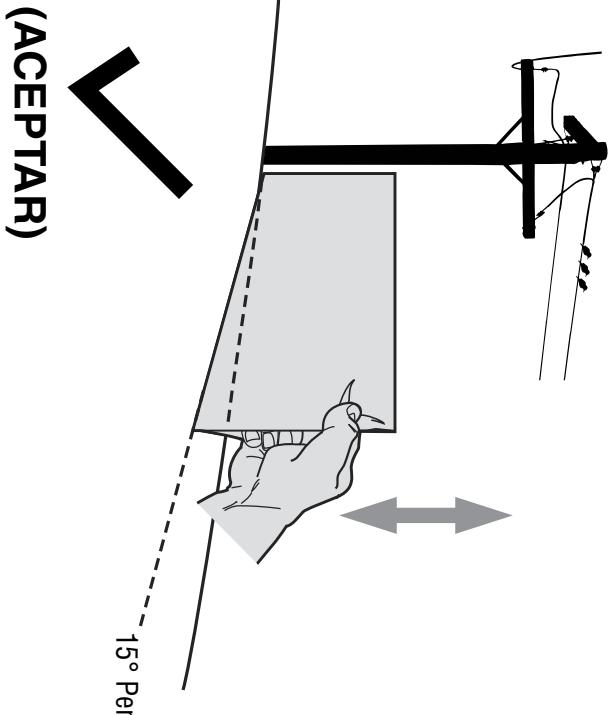
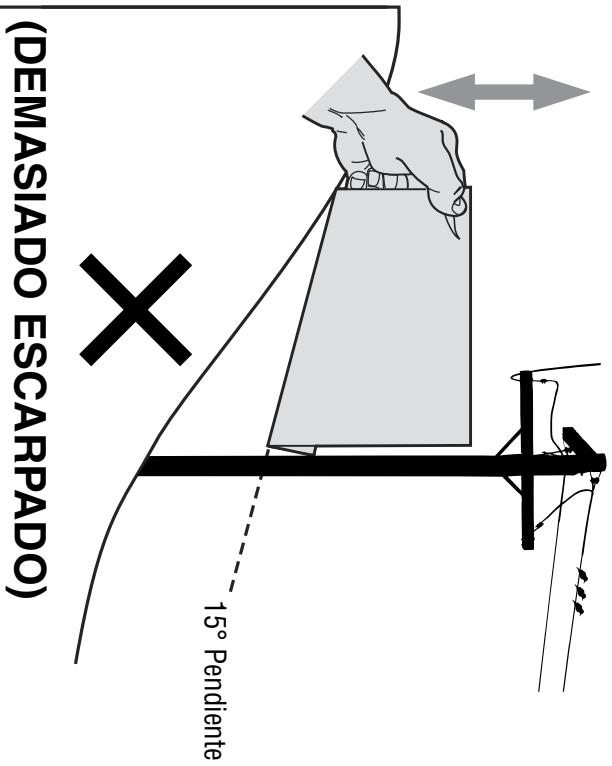

Figura 1
Figura 2
3. Alinee cada lado de pendiente de calibre con el objeto vertical (consultar Figura 1 and Figura 2 ).
4. Ajuste el pendiente de calibre arriba o hacia abajo hasta los toques esquina Izquierda el pendiente (consultar Figura 1 and Figura 2 ).
5. Si hay un espacio por debajo de la pendiente de calibre, el pendiente es demasiado escarpado por operación segura (consultar Figura 2 above).
- b. Retire los pernos T de las ménsulas de la manija como se muestra en la Figura 1.
- c. Si es necesario, coloque las palancas de desenganche en posición destrabada. Vea la Figura 1.
4. Si bien la estabilización de cortacésped por lo que no se mueve, pírote asa superior como se muestra en la Figura 2. No engarzado cable mientras levanta la palanca hacia arriba.
**NOTA:** Cuando levante la manija superior asegúrese de que el indicador de posición esté alineado con una de las tres posiciones de la manija. Vea el recuadro de la Figura 2.